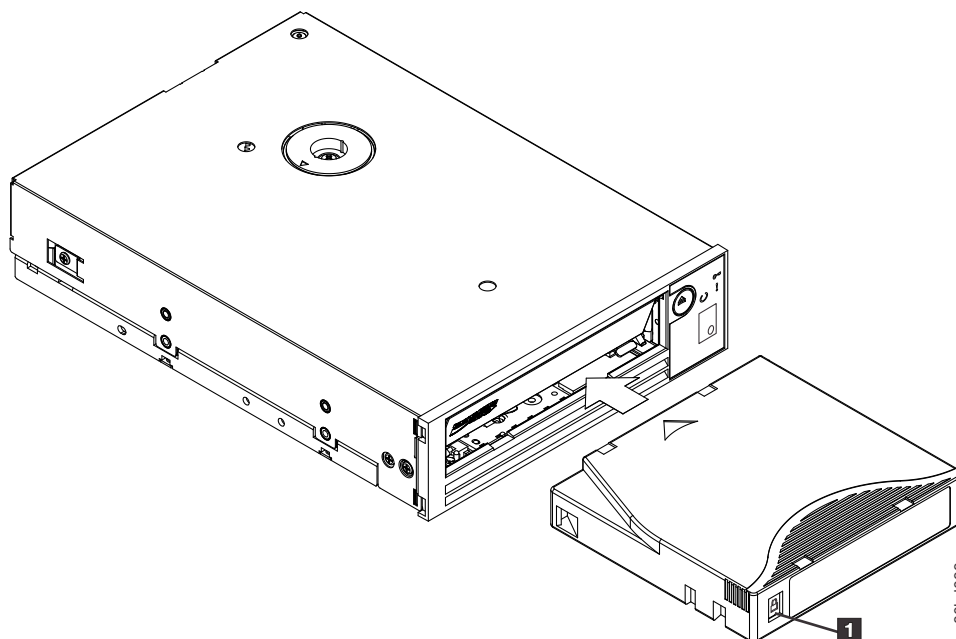

図 19. ロード中
4. テープ・ロード・コンパートメントにカートリッジをスライドして入れます。24 ページの図 19 を参照してください。テープ・ドライブはカートリッジを自動的にロードします。